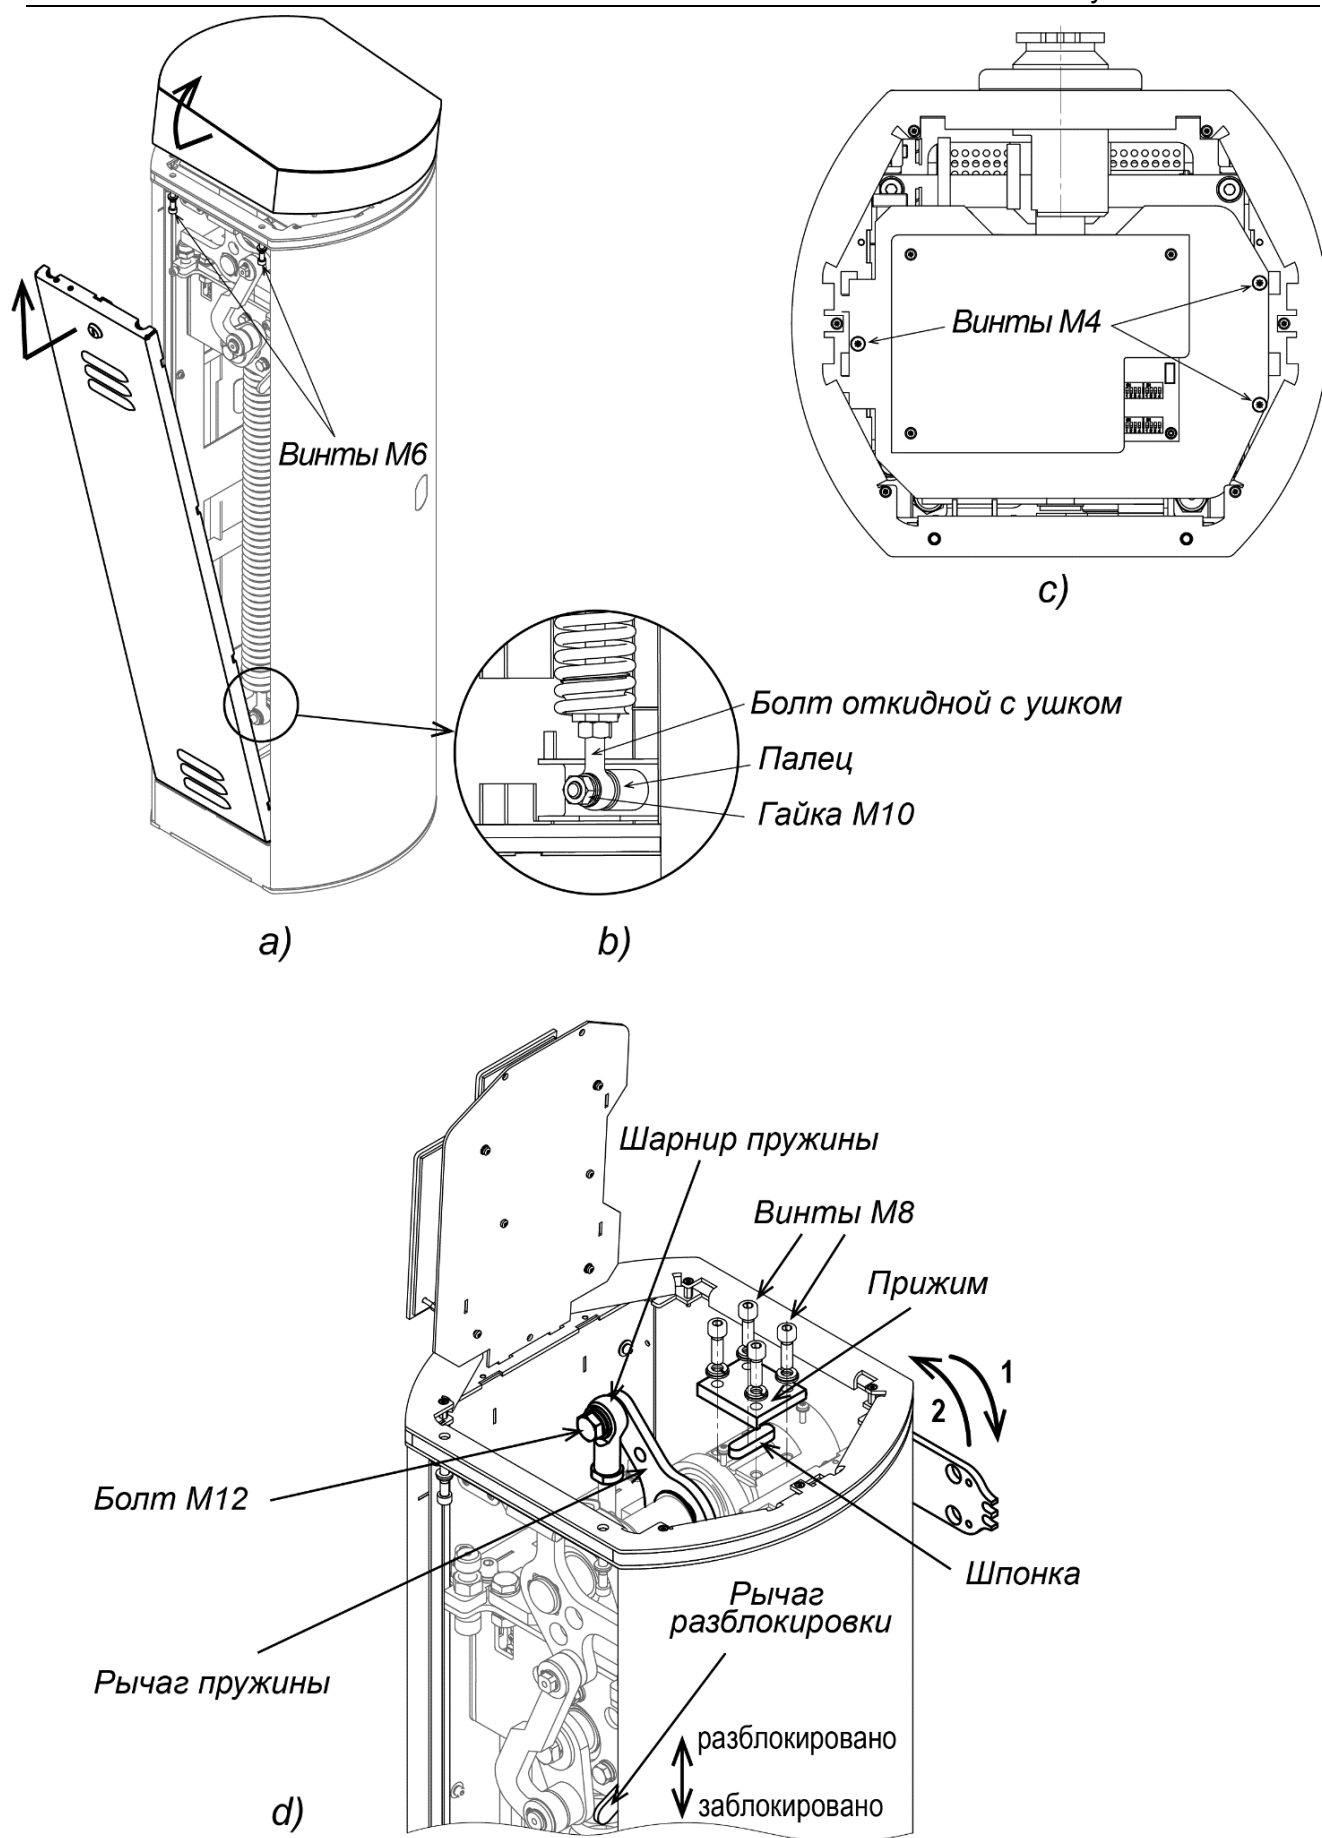

Рисунок 11. Порядок переустановки стрелы шлаббаума
4. Поднимите передний край крышки вверх и снимите ее со шлагбаума. Будьте осторожны, не повредите контроллер, находящийся под крышкой (см. рис. 11).
1. Снимите дверцу, предварительно повернув ключ замка и открутите два винта М6, которые находятся снизу на верхней грани проема дверцы. Аккуратно, чтобы не повредить установленный внутри блок управления, снимите крышку, сдвинув ее за передний край на себя и затем подняв его вверх (см. рис. 11а).
3. Открутите гайку М10 и снимите пружину с пальца. Открутите вторую гайку, расположенную с обратной стороны кронштейна корпуса, и снимите палец (см. рис. 11б).
4. Открутите три винта М4 и поверните пластину с блоком управления на 90 градусов вверх (см. рис. 11с).